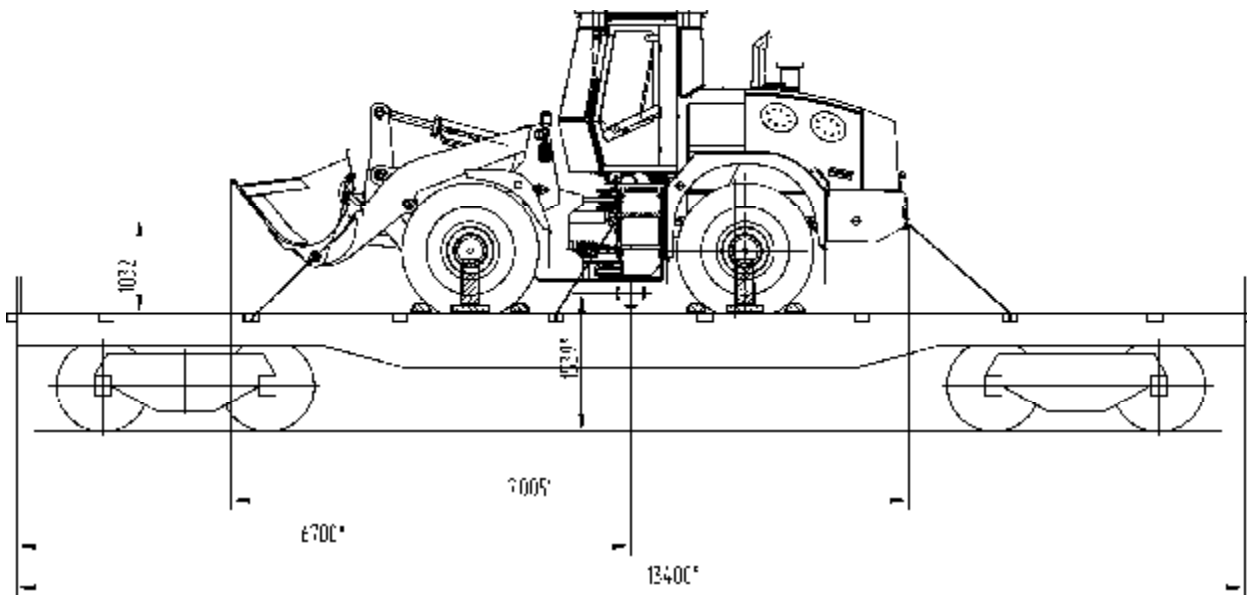

Рис. 16.2 – Схема установки погрузчика на железнодорожной платформе
- размещение и крепление погрузчика на платформе (Рис. 16.2) производить согласно главе 7 ТУ МПС;
- погрузчик установить вдоль платформы (Рис. 16.2), совместив его продольную ось с продольной осью платформы так, чтобы центр тяжести погрузчика находился над центром тяжести платформы;